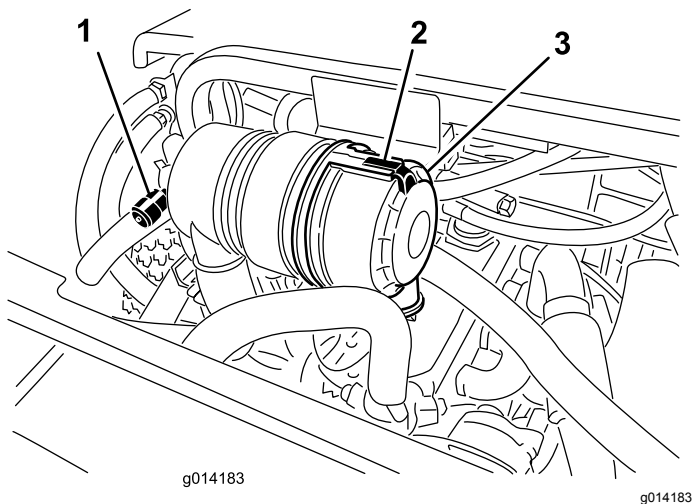

Figura 34
deslocação do lubrificante através dos casquilhos do pino principal superior e inferior. Tem de observar a saída de lubrificante da parte superior e inferior das áreas de eixo/casquilho dos quatro pinos (Figura 34).
Faça a manutenção ao filtro de ar apenas quando o indicador de manutenção (Figura 34) o exigir. Mudar o filtro de ar antes de ser necessário apenas aumenta a possibilidade de entrar sujeira no motor quando retira o filtro.
1. Liberte o trinco que fixa a cobertura do filtro de ar ao respetivo corpo (Figura 34).